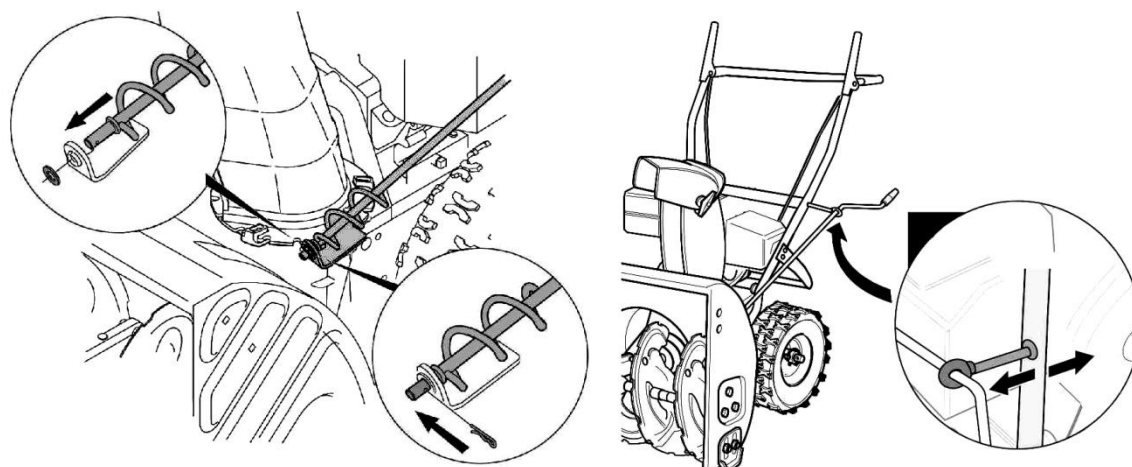

Рис. 5
- Установить плоскую шайбу на конец рукоятки и закрепите при помощи шплинта (См. Рис.5).
- Установите анкерный болт в отверстие на руле управления снегоуборщика для поддержки поворотной рукоятки (См. Рис.5).